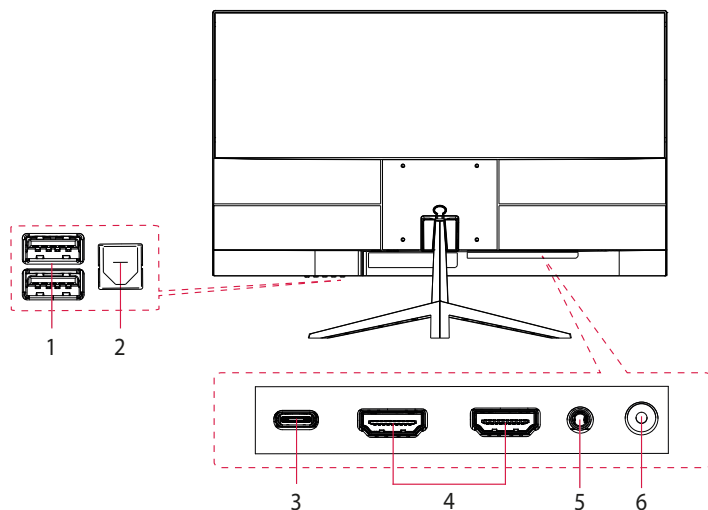

Рисунок 2 – Разъемы нижней панели
Поз. на рис.2	Описание
У монитора есть два разъёма USB Type-A (поз.1, рисунок 2) [далее – USB HUB], которые могут работать или не работать в зависимости от типа подключения монитора.
- 1) с помощью кабеля HDMI-HDMI. В этом случае USB HUB работать не будет. Чтобы активировать его работу, необходимо дополнительно подключить кабель USB Type-B к разъёму USB Type-B (поз.2, рисунок 2) монитора;